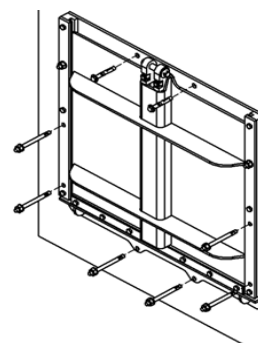

Figura 4
- Instalar el resto de los anclajes (ver Figura 4)